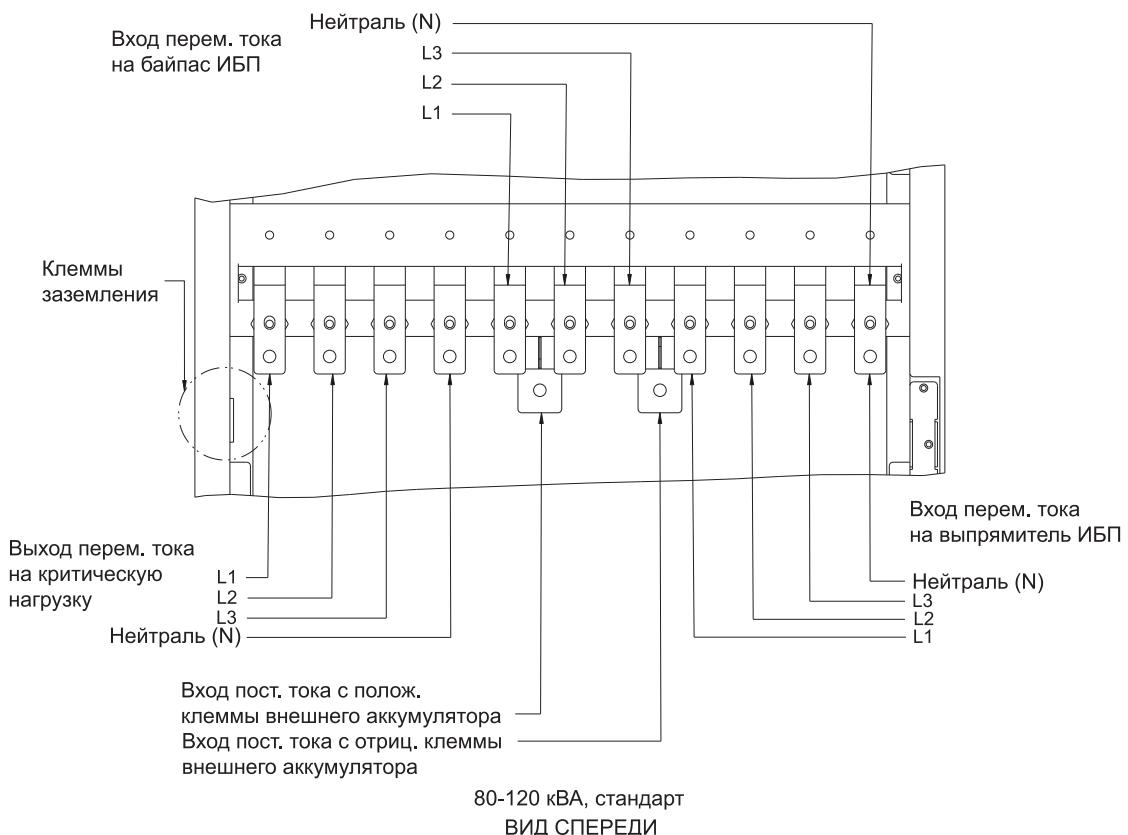

Рис. 4-5: Расположение узлов клемм 80-120 кВА
3. Подключите фазы L₁, L₂ и L₃, а также входную силовую проводку выпрямителя от источника питания к входным клеммам выпрямителя и нейтрали. См. *Глава 3.2.2 Подготовка силовой проводки системы ИБП* на стр. 17 для получения информации о требованиях к проводке и подключению. Подробная схема клеммной колодки ИБП приведена на *Рис. 4-5: Расположение узлов клемм 80-120 кВА* на стр. 35 и *Рис. 4-6: Узлы клемм 160-200 кВА* на стр. 36.
5. Подключите фазы L₁, L₂ и L₃, а также входную силовую проводку нейтрали байпаса от источника питания к входным клеммам выпрямителя и нейтрали. См. *Рис. 4-7: Расположение интерфейсных клемм* на стр. 37 для получения информации о требованиях к проводке и подключению. Подробная схема клеммной колодки ИБП приведена на *Рис. 4-5: Расположение узлов клемм 80-120 кВА* на стр. 35 и *Рис. 4-6: Узлы клемм 160-200 кВА* на стр. 36.
6. Подключите фазы L₁, L₂, L₃, а также силовую проводку нейтрали (если необходимо) от выходных клемм и клемм нейтрали к критической нагрузке. Для получения информации о требованиях к проводке и подключению см. *Таблица 3-5: Клеммы силовой проводки ИБП Eaton 93E 80-200 кВА* на стр. 19 и *Таблица 3-6: Номиналы входов/выходов и рекомендации по внешней проводке для ИБП Eaton 93E 80-200 кВА* на стр. 20. Подробная схема клеммной колодки ИБП приведена на *Рис. 4-5: Расположение узлов клемм 80-120 кВА* на стр. 35 и *Рис. 4-6: Узлы клемм 160-200 кВА* на стр. 36.